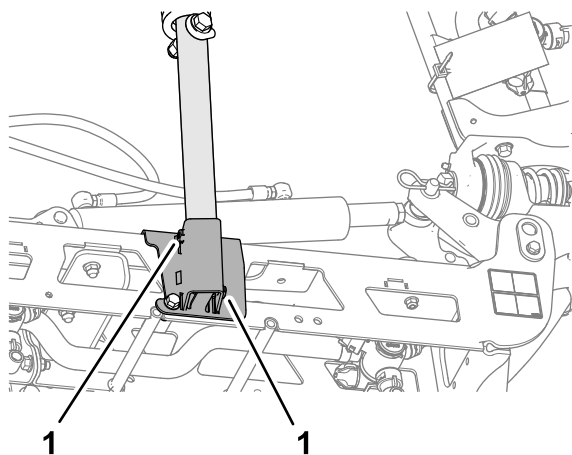

図 116
3. 下側クレードルチューブを固定している固定ねじをゆるめる 図 116。